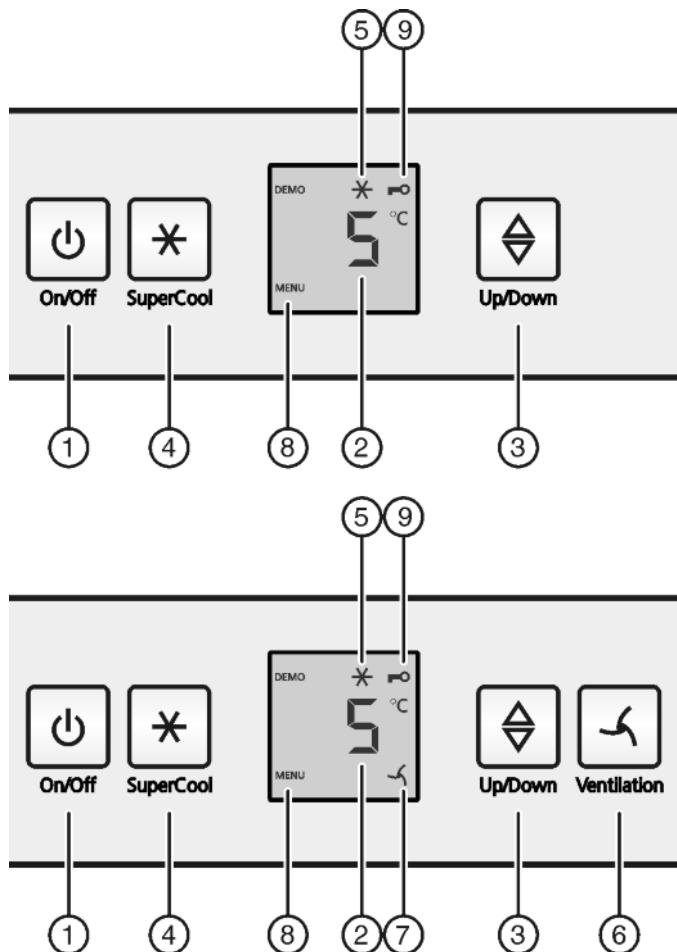

Fig. 2
- Нажать кнопку On/Off Fig. 2 (1).
- Нажмите кнопку «SuperCool» Fig. 2 (4) и удерживайте ее прим. 5 секунд.
- На индикаторе будет отображаться символ «Меню» Fig. 2 (8).
- Для подтверждения нажать и отпустить кнопку «SuperCool» Fig. 2 (4).
- На индикаторе горит символ «Защита от детей» Fig. 2 (9).
- Нажать и отпустить кнопку «On/Off» Fig. 2 (1).
- Активация модуля регулировки температуры: нажмите кнопку настройки Fig. 2 (3).
- Температуру меняйте ступенями по 1 °C: нажимайте кнопку настройки Fig. 2 (3) до тех пор, пока на индикаторе температуры не будет высвеченa требуемая температура.
- Коротко нажмите кнопку SuperCool Fig. 2 (4).
- На индикации горит символ SuperCool Fig. 2 (5).
- Символ SuperCool Fig. 2 (5) на индикации гаснет.
- Коротко нажмите кнопку "Вентиляция" Fig. 2 (6).
- Символ Вентиляция Fig. 2 (7) горит.
- Символ Вентиляция Fig. 2 (7) не горит.